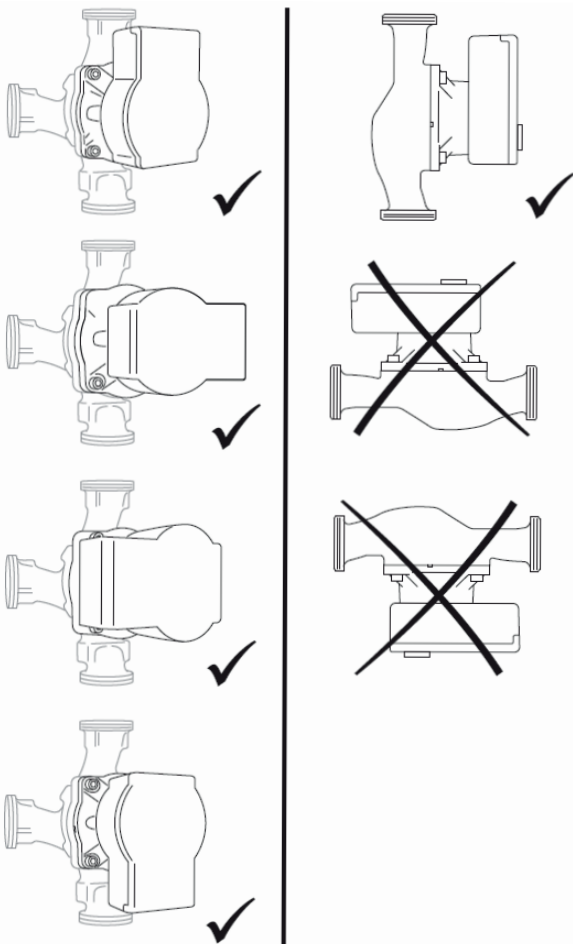

Fig. 6.1:
- Osservare la posizione di montaggio ammissibile (Fig. 6.1) della pompa.